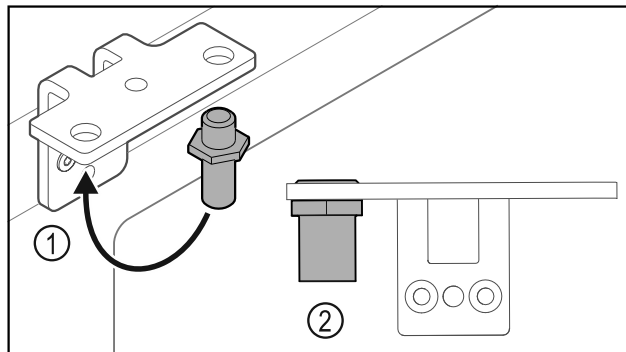

Fig. 24
- ▶ Prestavite sornik v kotniku tečajev vrat Fig. 24 (1).
- ▶ Sornike Fig. 24 (2) zategnite z **zateznim momentom 12 Nm**.